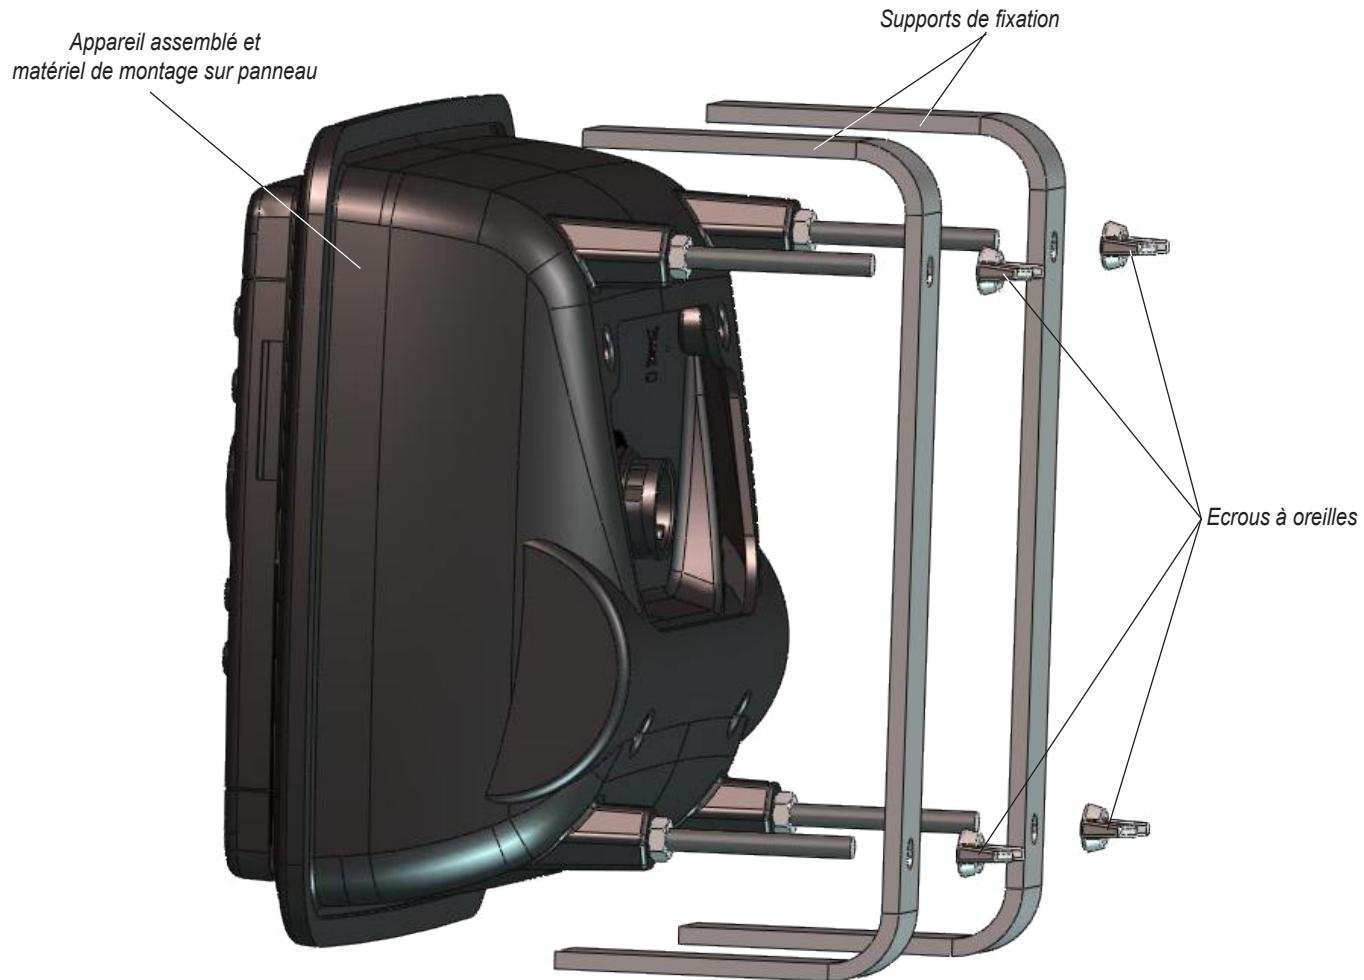

Figure 2
3. Installez l'appareil dans l'ouverture (voir la figure 2) :
- Glissez les bras du support sur les vis à tête hexagonale et fixez-les à l'aide des (4) écrous à oreilles.
- Serrez les (4) écrous à oreilles pour fixer le boîtier de l'appareil sur la surface de montage. Veillez à ne pas serrer les écrous outre mesure.